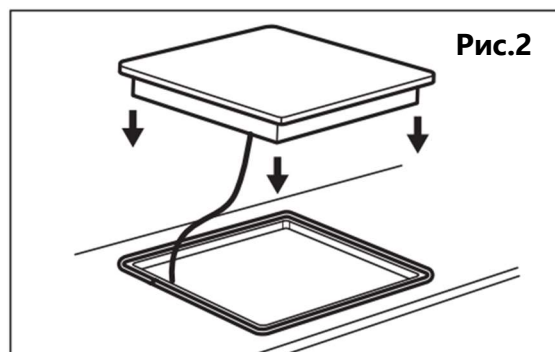

Рис.2
4. Переверните прибор в нормальное положение, выровняйте по вырезу столешницы и установите прибор (рис.2).